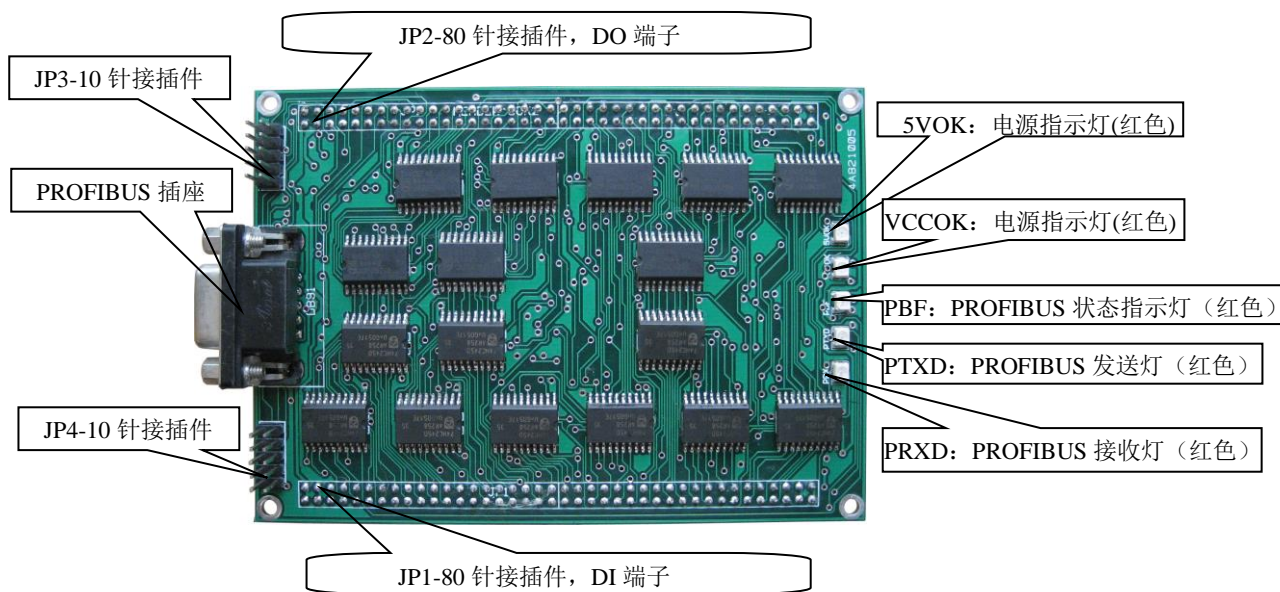

图 2-2 PB-OEM3-IO/64 的硬件图
(2) PB-OEM3-IO/64 产品的硬件图，见下图 2-2: